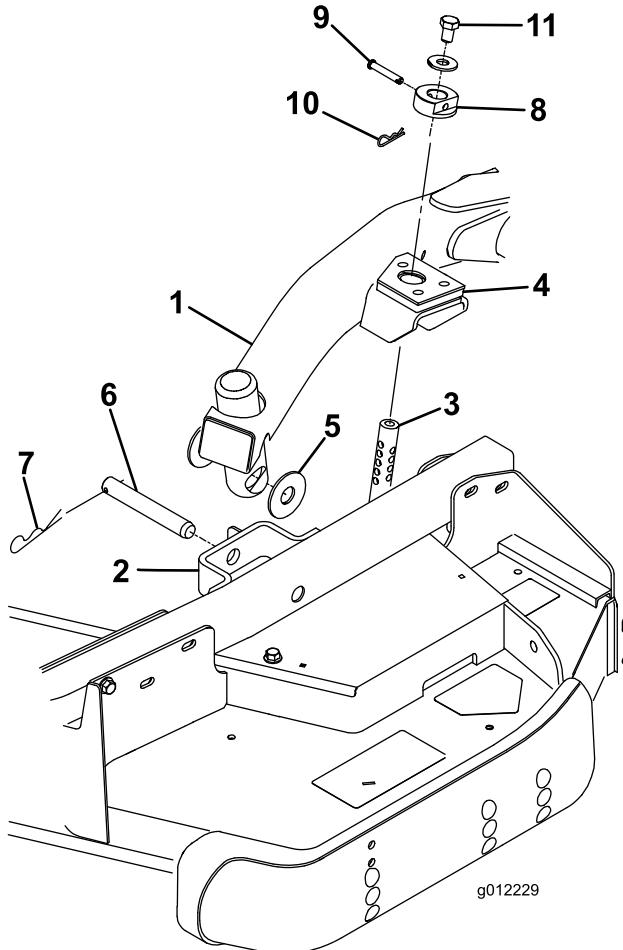

Figura 23
- Portate la leva di sollevamento in posizione Float. Spingete verso il basso un braccio di sollevamento fino a quando i suoi fori non si trovano allineati ai fori della staffa del braccio della ruota orientabile e l'asta dell'altezza di taglio può essere inserita nei pattini del braccio di sollevamento (Figura 23).
- Fissate il braccio di sollevamento al braccio della ruota orientabile con (2) rondelle di spinta, un perno con testa e una coppiglia. Posizionate le rondelle di spinta tra il braccio di sollevamento e la staffa del braccio della ruota orientabile (Figura 23). Inserite l'estremità della coppiglia nell'apposito intaglio di ritegno presente sulla linguetta del braccio della ruota orientabile.
9. Montate i collari dell'altezza di taglio sulle aste dell'altezza di taglio e fissateli con dei perni con testa e delle coppiglie (Figura 23). La testa del perno deve essere rivolta verso la parte anteriore del piatto di taglio.
10. Montate un bullone da $1/2 \times 3/4$ pollici e una rondella sulla sommità di ogni asta dell'altezza di taglio (Figura 23).